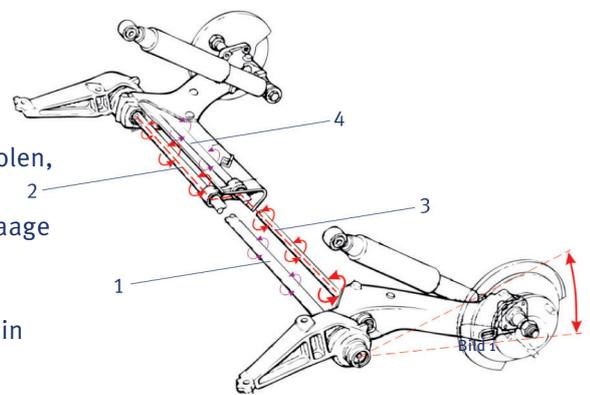

Bild 1
- 2.5. Das Schlaggewicht kräftig in Richtung Fahrzeugmitte, gegen den Anschlag der Führungsstange, treiben. Diesen Vorgang so oft wiederholen, bis sich die Stabilisatoren (siehe Bild 1 Nr.3&4) inkl. Zwillingslager lösen. Ggf. das Ende der Führungsstange leicht unterstützen und in Waage halten. Anschließend das Zwillingslager vom Stabilisator lösen.
- 2.6. Zur Demontage der Drehstäbe (siehe Bild 1 Nr. 1&2) das Werkzeug wie in 2.1-2.5 beschrieben, verwenden.